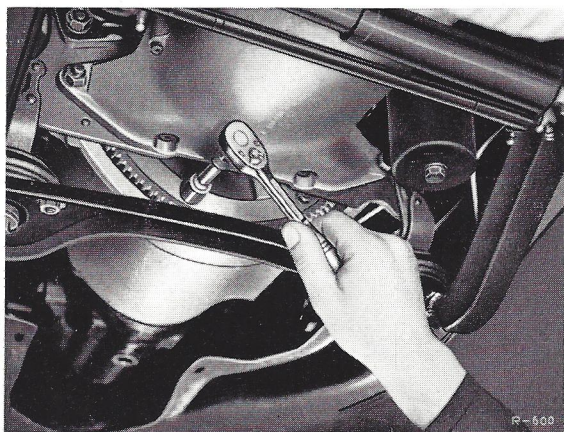

Bild 25-1/5
11. Den Haltebügel (1) 180 589 04 61 am Kupplungsgehäuse befestigen (Bild 25-1/6).